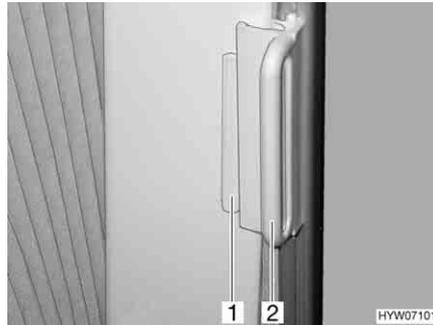

Fig. 109 Dispositif occultant plissé, fenêtres de la cabine de conduite
- Saisir les dispositifs occultants plissés par la poignée (Fig. 109,2) et tirer avec précaution jusqu'à ce que le blocage magnétique les maintienne fermés.
- Pousser la poignée (Fig. 109,2) sur la pièce de fixation (Fig. 109,1). Le dispositif occultant plissé est bloqué.